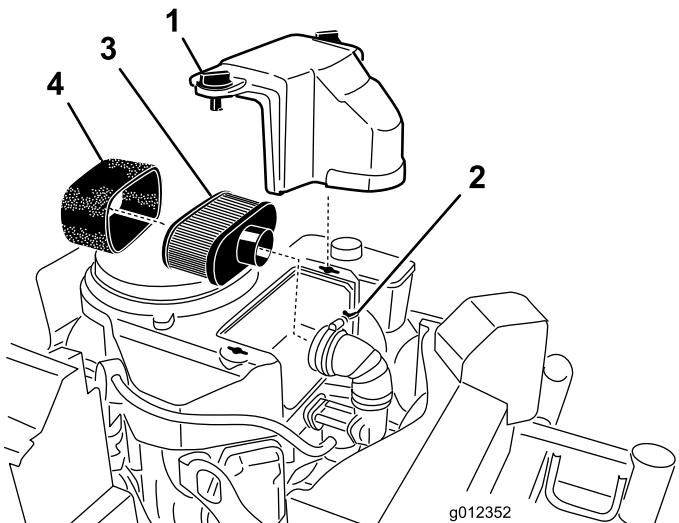

Figura 21
3. Limpie alrededor del limpiador de aire de forma que la suciedad no penetre en el motor y cause daños (Figura 21).
4. Desenrosque los pomos de la tapa y retire la tapa del limpiador de aire (Figura 21).
5. Desenrosque la abrazadera y retire el conjunto del limpiador de aire (Figura 21).
6. Retire cuidadosamente el filtro de gomaespuma del filtro de papel (Figura 21).
1. No llimpie el filtro de papel. Cámbielo (Figura 21).
1. Deslice cuidadosamente el filtro de gomaespuma sobre el filtro de papel (Figura 21).
2. Coloque el conjunto del limpiador de aire sobre la base del limpiador de aire y fíjelo con 2 tuercas de orejeta (Figura 21).
3. Coloque en su posición la cubierta del limpiador de aire y apriete el pomo de la cubierta (Figura 21).